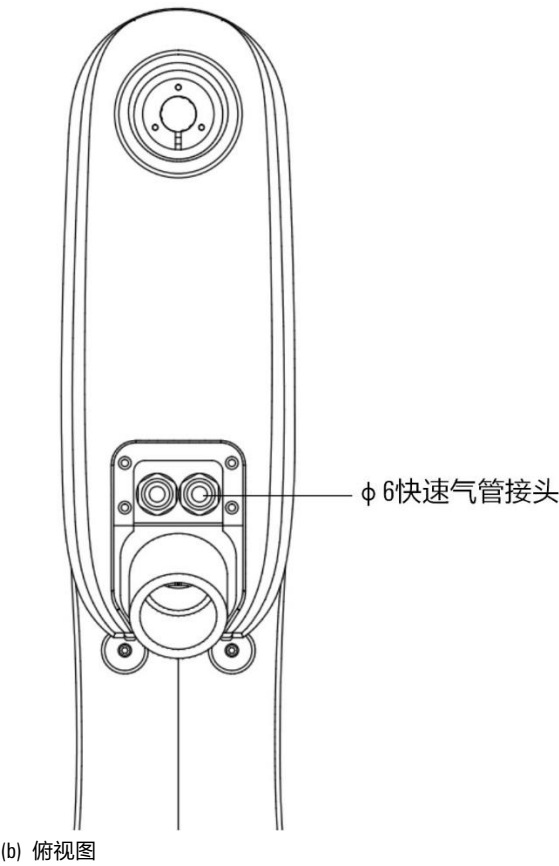

图 4-1 AIR6SC-600A 操作机本体接口
AIR6SC-600A 型操作机底座上有重载连接器、气管接头和用户 I/O 输入端接口，在小臂上有抱闸按钮、用户 I/O 输出端接口和气管接头。如图 4-1(a)所示，底座下方是重载连接器，左上方是 2 个 $\phi 6$ 快速气管接头，拔出盲塞之后可以直接插入 $\phi 6$ 气管，右上方是用户 I/O 输入端接口；上侧为用户 I/O 输出端接口和抱闸按钮；如图 4-1(b)所示，小臂上方有两个 $\phi 6$ 快速气管接头。
- 步骤1. 在小臂钣金件上，可以找抱闸按钮，参考图 4-1(a)；